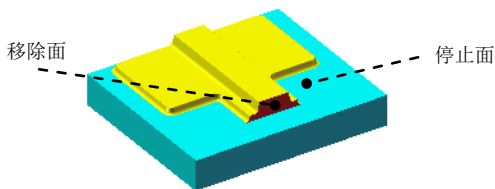

图 16.6.17 成形工具 4
Step11. 创建图 16.6.17 所示的零件特征——成形工具 4。
(1) 选择命令。选择下拉菜单 **插入(I)** → **钣金(B)** → **成形工具** 命令。
(2) 定义成形工具属性。
① 定义停止面属性。激活“成形工具”对话框 **停止面** 区域,选中图 16.6.17 所示的“停止面”。
② 定义移出面。激活“成形工具”对话框的 **要移除的面** 区域,选取停止面的对面为成形工具的移除面,图 16.6.17 所示。
(3) 单击  按钮,完成成形工具 4 的创建。